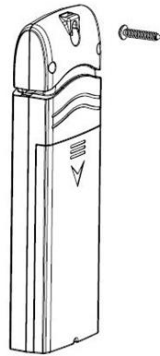

Abb. 6
1. Verwenden Sie eine Schraube oder einen Nagel um den Außensensor an der Wand zu befestigen. (s. Abbildung 6)